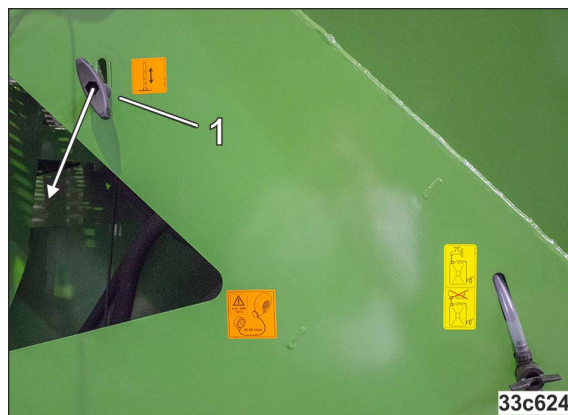

Рис. 108
6. Удерживая трос (Рис. 108), вытяните палец (Рис. 107/2).